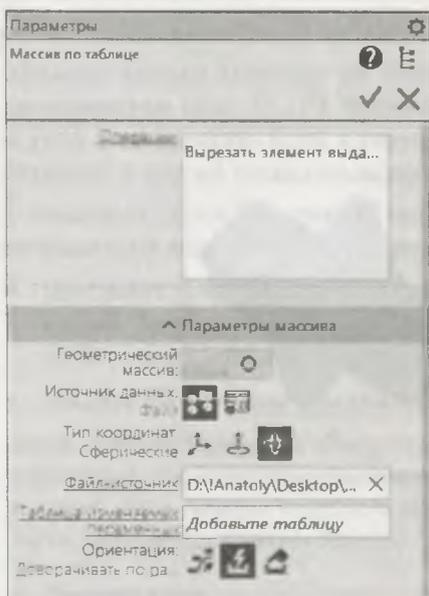

Рис. 21.32. Панель **Параметры: Массив по таблице**
Массив по таблице — аналог массива по точкам, но точки экземпляров массива хранятся в виде таблицы в ранее созданном файле. Для создания массива по таблице постройте полусферу радиусом 25 мм с квадратом (рис. 21.32, а) и далее выполните следующие действия:
- ◆ откройте вкладку **Параметры: Массив по таблице** (рис. 21.32) и щелкните на ней по кнопке **Файл-источник** — система выведет диалог **Выберите файл для открытия**, в котором выделите файл формата *.txt, содержащий координаты точек в сферической системе, и нажмите кнопку **Открыть**;